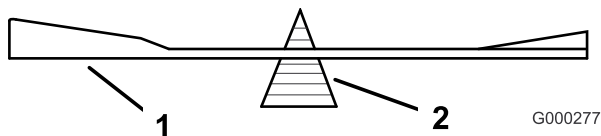

Figura 74
2. Controllate l'equilibrio della lama posizionandola su un bilanciatore (Figura 74). Se la lama rimane in posizione orizzontale, è bilanciata e può essere utilizzata. Se la lama non è bilanciata, limate del metallo soltanto dalla costa. Ripetete la procedura finché la lama non è perfettamente bilanciata.